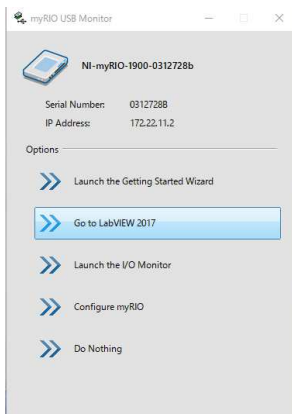

図 1 選択画面
(1) myRIO と PC を USB ケーブルで接続する。
(2) 図 1 のように myRIO への操作を選択する画面が表示されるので、「Go to LabVIEW 2017」をクリックする。選択画面が表示されない場合はデスクトップ上の「Ni LabVIEW 2017」を起動する。